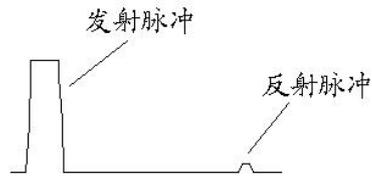
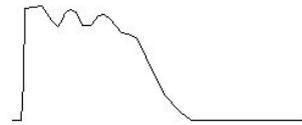

图3
图4
4、**输出振幅：**用于调节输入、输出脉冲幅度大小。使用时应根据屏幕显示波形进行调节。调节过小时，脉冲反射很小，甚至无法采样，如图 3。调节过大时，反射脉冲相连与基线无交点甚至基准线会变成斜线，如图 4。一般采样前，输入振幅旋钮旋转 1/3 左右，